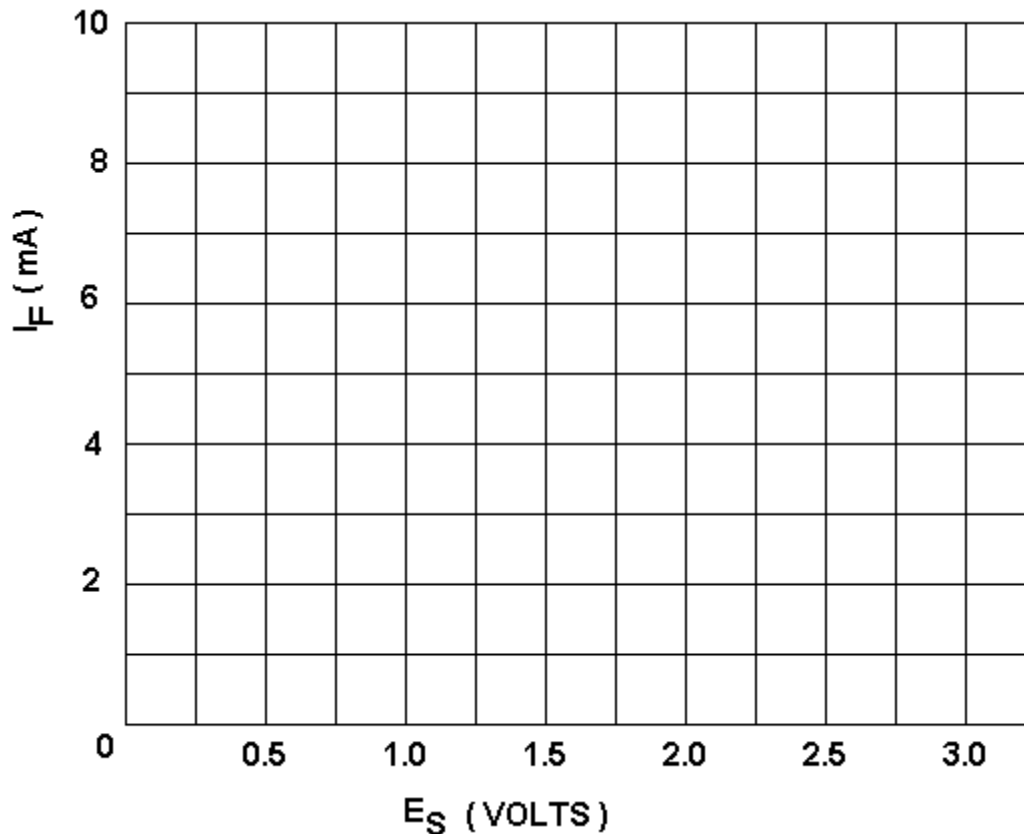

Fig. 1-6
4. Haga una gráfica de los datos obtenidos en el punto 3 en la Fig. 1-6. Trace una curva continua que toque todos los puntos marcados y désignela  $R_L = 0$ .
9. Haga la representación gráfica de las curvas utilizando los datos recabados en los puntos 7 y 8 en la gráfica de la Fig. 1-6. Cuando dibuje la curva del punto 8, solo podrá marcar 3 o 4 puntos. Basándose en estos puntos y en los datos de la tabla 1-9, deberá tener una buena idea de la curva resultante. Marque cada una de ellas de acuerdo con el valor de su resistencia de carga, es decir,  $R_L = 0$ ,  $R_L = 270$  ohms y  $R_L = 1$  K ohm.
Observe la Fig. 1-6 y estudie la curva del diodo que se obtuvo sin resistencia de carga ( $R_L = 0$ ) ¿Por qué la curva tiene esa forma? .....